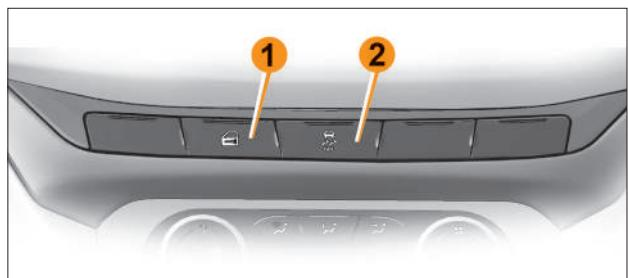

Рис. 3. Блок выключателей на панели приборов
Для блокировки замков дверей нажмите кнопку блокировки  на пульте. При этом произойдет блокировка замков дверей, что подтверждается загоранием на некоторое время индикатора на кнопке 1 (см. рис. 3) и двукратным световым сигналом указателей поворота.
– Центральная блокировка/разблокировка замков дверей. Для блокировки замков всех дверей из салона нажмите кнопку  на панели приборов, индикатор на кнопке **1** (рис. 3) загорится на некоторое время, затем погаснет. Если при нажатии кнопки  капот, багажник или одна из дверей были открыты, то двери обратно разблокируются. Закройте двери, капот, багажник, нажмите кнопку блокировки , все двери заблокируются. Разблокировка замков боковых дверей происходит при открывании со стороны салона любой передней двери, при открытии одной из задних дверей происходит разблокировка только открываемой двери.
При заведенном двигателе нажмите кнопку центрального замка  на панели приборов **1** (рис. 3) и удерживайте ее в течение пяти секунд. Сразу после нажатия кнопки загорится светодиод, двери заблокируются. Заглушите двигатель. Функция активирована.
При заведенном двигателе нажмите кнопку центрального замка  на панели приборов **1** (рис. 3) и удерживайте ее в течение пяти секунд. Функция отключена.
Чтобы разблокировать дверь водителя с наружной стороны разблокируйте замок с помощью ключа (рис. 4). Остальные двери (а также крышка багажника/дверь задка) разблокируются выключателем блокировки дверей 1 на панели приборов (см. рис. 3).